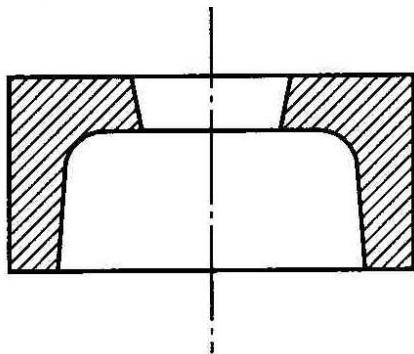

图 2-2-5 综合分析题
15.何为铸件结构斜度？与起模斜度有何不同？图 2-2-5 所示结构是否合理？如何改进？